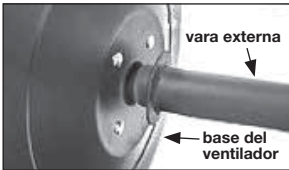

Fig. 9
5. Inserte el extremo de la vara externa en el orificio de la base (fig. 9, 10).